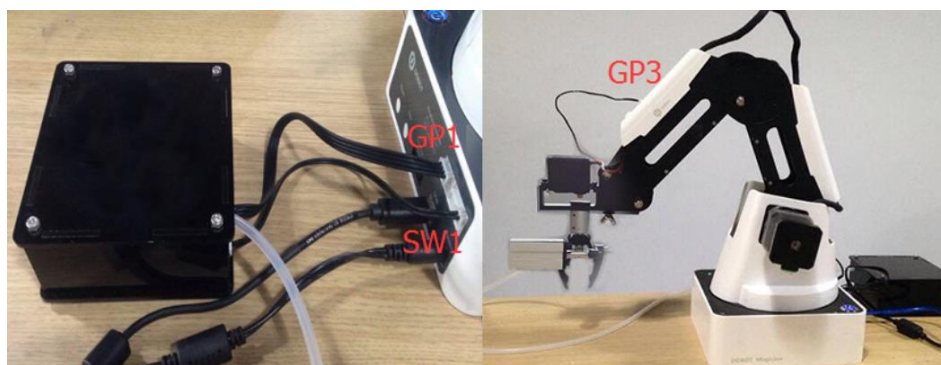

图 5.11 手爪安装·效果
**步骤 3** 连接手爪和气泵，与吸盘套件连接方法一致，详细请参见5.2.1 安装吸盘套件。手爪安装效果如图 5.11所示。